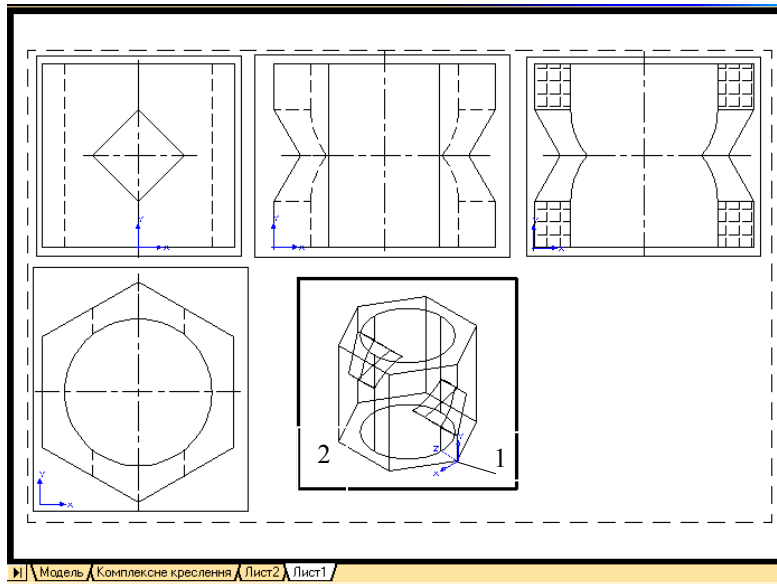

Рис. 6.14. Побудова наочного зображення
1. Для **побудови наочного зображення** геометричного тіла створюють плаваючий видовий екран, використовуючи вільне місце креслення (рис. 6.14). Це виконують так само, як і при побудові головного виду командою **Т-ВИД**.
Позначають курсором рамку плаваючого видового екрана й клацають лівою клавішею миші, внаслідок чого ортогональне зображення перетворюється в наочне (рис. 6.14).
Курсором показують точку 1 (рис. 6.14).
Показують курсором точку 2 (рис. 6.14). Далі система знову запитує:
Курсором показують точку тієї частини об'єкта, яку необхідно вилучити (рис. 6.14) і вводять <Enter>.